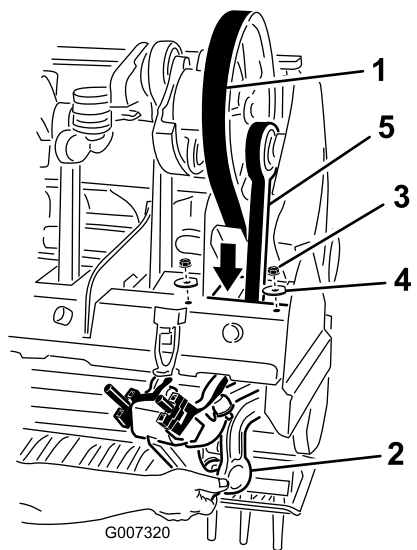

図 39
5. ロタリンクダンパを1番ストンパームに固定しているロックナット2個とワッシャを外す 図 39。
7. コアリングヘッドのフレームと1番ストンパアームからベルトを取り外す 図 39。